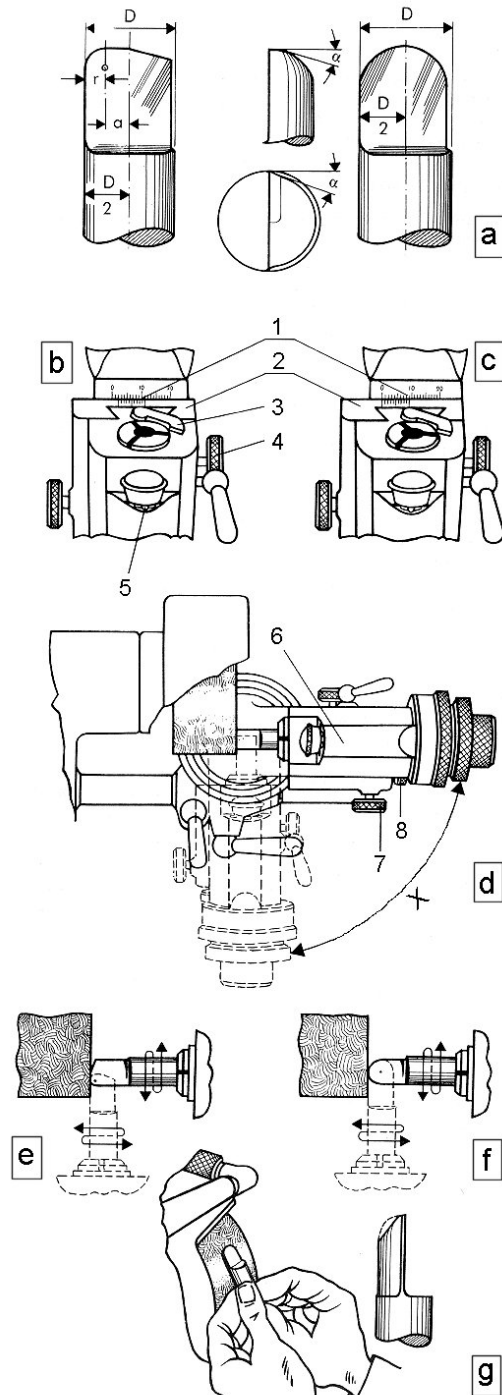
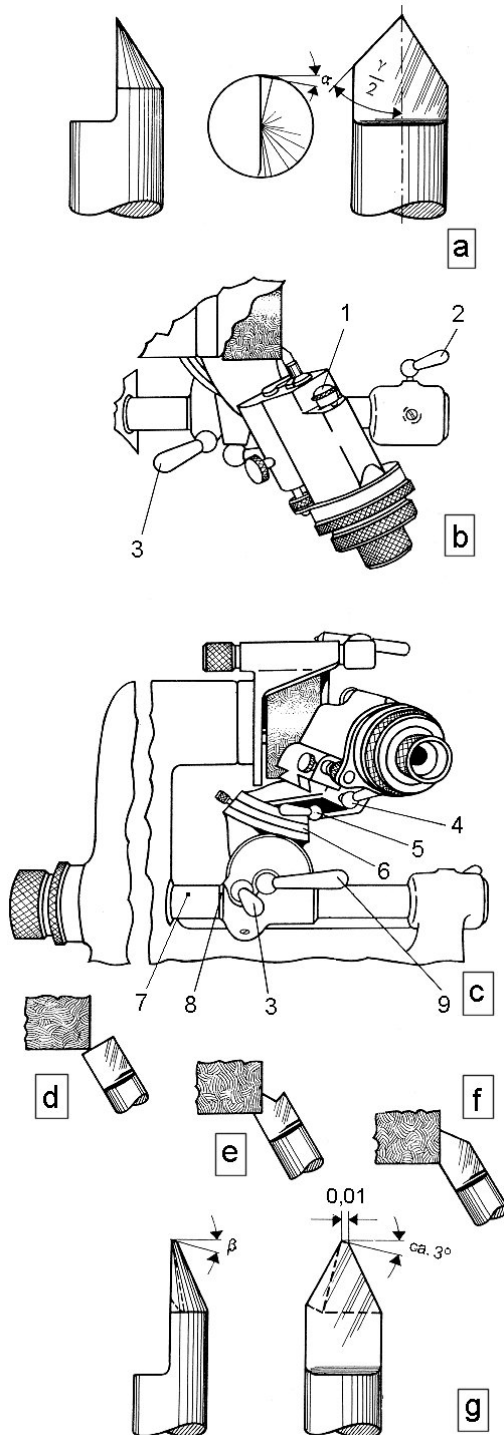
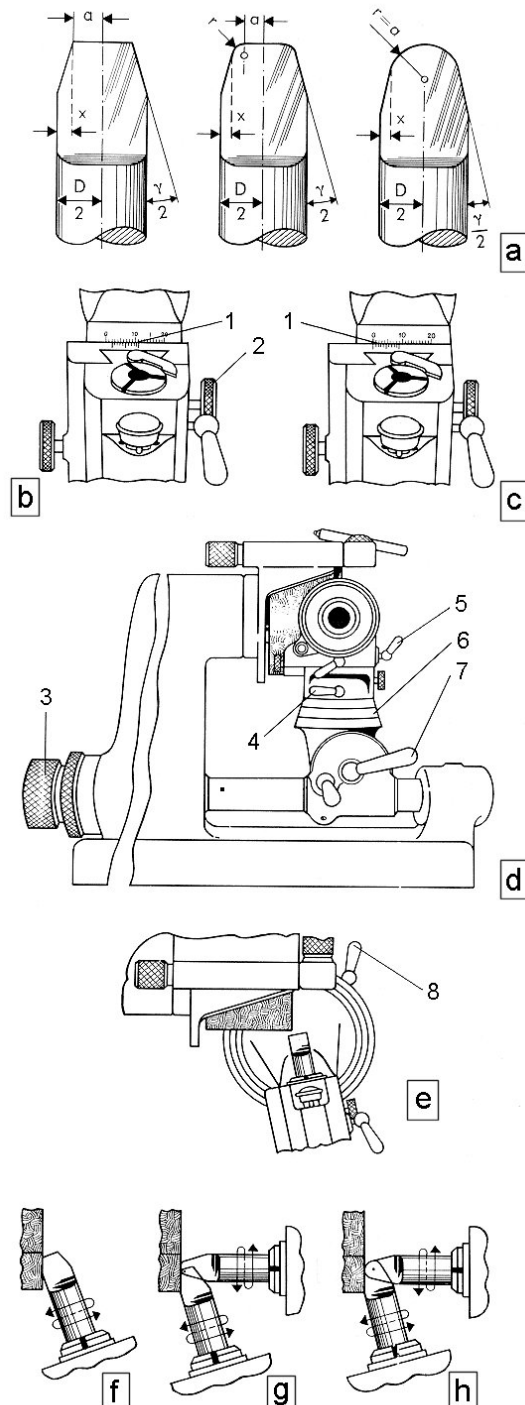
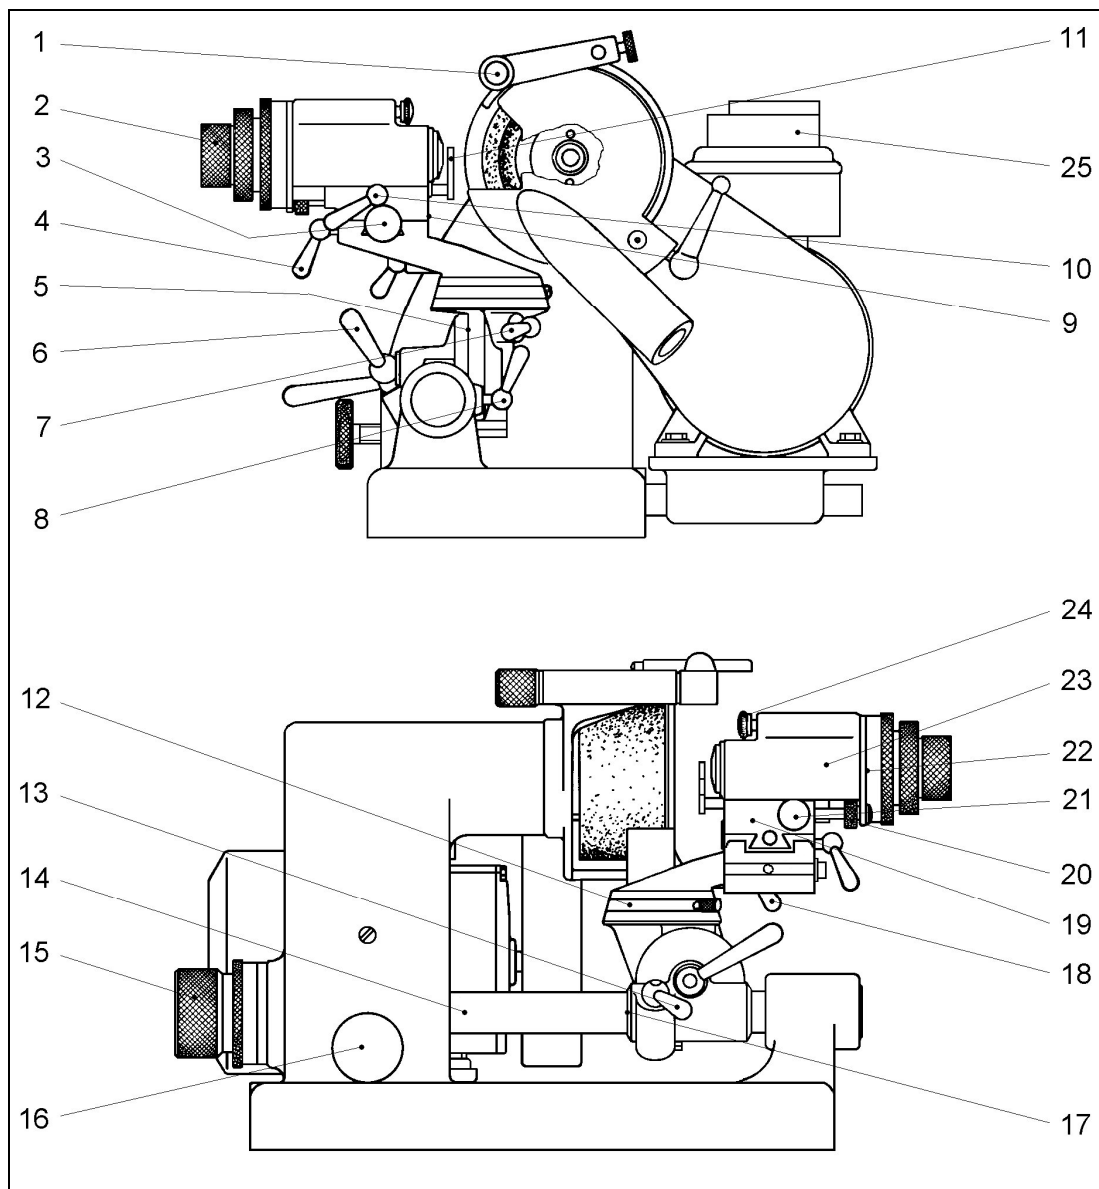

Bild 7-8: Hinterschleifen der Stirnschneide der abgerundeten Form
Bild 7-9: Schleifen der spitzen Profilform
Bild 7-10: Rundschleifen der Seiten- und Stirnschneide
Bild 4-1: Bedienungselemente
Die Profilformen mit versetztem und mittigem Radius entstehen aus der zylindrisch abgeflachten Form durch das Verrunden der Ecke (Bild 7-8 Abb. a). Profilformen 2 und 3. Bei abgerundeten Profilformen zylindrischer Frässtichel ist der Schnittwinkel der Seitenschneide gleich dem der Stirnschneide. Der Schnittwinkel der Seitenschneide muß aus diesem Grund beim Anschleifen der Stirnschneide auf Teilung (Bild 4-1 Pos.5) eingestellt sein. Das erneute Einstellen des Schnittwinkels auf Teilung (Bild 4-1 Pos.5) und das Ausrichten des Frässtichels mittels Einstellfinger (Bild 7-8 Pos.3) entfällt, wenn das Schleifen der Stirnschneide unmittelbar im Anschluß an das Schleifen der Seitenschneide erfolgt.
1. Die Raste (Bild 7-8 Pos.5) muß in der linken Bohrung sitzen und der rote Punkt im Fenster (Bild 4-1 Pos.22) sichtbar sein.
2. **Für Profilform 2:** Knebel (Bild 4-1 Pos.4) lösen. Querschlitten am Maßstab und am Nonius (Bild 7-8 Pos.1) mit der Kordelschraube (Bild 7-8 Pos.4) auf den gewünschten Radius nach rechts einstellen und Knebel (Bild 4-1 Pos.4) wieder festziehen (Bild 7-8 Abb. b). Das Maß der Verstellung (a) ergibt sich aus  $\frac{D}{2} - r$ , da der zu schleifende Radius am Außendurchmesser des Frässtichels tangiert.
- 2a. **Für Profilform 3:** Der Nonius des Querschlittens (Bild 7-8 Pos.2) muß genau auf 0 stehen (Bild 7-8 Abb. c).
3. Die Feineinstellschraube (Bild 7-8 Pos.8) so verdrehen, bis die Seitenschneide des Frässtichels die Stirnschneide des Schleifkörpers berührt. Die beim Hinterschliff erzeugte Fase der Seitenschneide darf dabei nicht verletzt werden. Nun darf auch die Feineinstellschraube (Bild 7-8 Pos.8) nicht mehr verstellt werden.
4. Teilkopf in Richtung der Schleifkörperachse abschwenken. Durch Verschieben des Teilkopfschlittens (Bild 7-8 Pos.6) erfolgt die Zustellung des Frässtichels (Bild 7-8 Abb. d). Die Feinzustellung beim Schleifen erfolgt mit der Feineinstellschraube (Bild 7-8 Pos.8) des Teilkopfschlittens bei festgezogener Druckschraube (Bild 7-8 Pos.7). Das Anschleifen der Rundung geschieht durch langsames Schwenken des Teilkopfträgers um 90° und unter ständigem Drehen des Zangenlagers zwischen den Anschlägen um 180° (Bild 7-8 Abb. e-f). Mit der Feineinstellschraube (Bild 7-8 Pos.8) ist der Teilkopf vor dem Schleifen etwas zurückzuziehen, damit der Frässtichel durch eine zu große Spanabnahme nicht überhitzt wird. Jeweils nach erfolgtem Schleifvorgang ist mit der Feineinstellschraube (Bild 7-8 Pos.8) der Frässtichel zum Schleifkörper zuzustellen.
Soll der Frässtichel der Profilform 3 zum Fräsen von hartem Stahl, welcher einen kleinen Schnittwinkel notwendig macht, benötigt werden, so ist es zweckmäßig, die Rundung des Schneidrückens von Hand am Schleifkörper abzuflachen (Bild 7-8 Abb. g).
Der Profilwinkel und der Hinterschliff werden bei der spitzen Frässtichelform in einem Arbeitsgang hergestellt (Bild 7-9 Abb. a). Der erforderliche Schnittwinkel ist je nach Werkstoff aus der Tabelle 7-1 bei Kapitel 7.2.3 ersichtlich.
1. Raste (Bild 7-9 Pos.1) in die mittlere Bohrung setzen, dabei muß der rote Punkt im Fenster (Bild 4-1 Pos.22) sichtbar sein.
2. Frässtichel mit dem Einstellfinger (Bild 4-1 Pos.11) ausrichten, spannen und den Einstellfinger (Bild 4-1 Pos.11) wieder zurückschieben.
3. Raste (Bild 7-9 Pos.1) in die linke Bohrung setzen. Jetzt ist für das Zangenlager eine Drehung von  $180^\circ$  zwischen den Anschlägen der Rastenscheibe möglich.
4. Beide Knebel (Bild 4-1 Pos.7 und Bild 7-9 Pos.5) lösen. Teilungsring (Bild 7-9 Pos.6) am Knopf gegen den Anschlag halten und den Schwenkarm von der 0-Stellung aus auf den halben Winkel des gewünschten Profils einstellen (Bild 7-9 Abb. b).
(Bild 7-9 Pos.6), also auf  $30^\circ$  einstellen. Beide Knebel (Bild 4-1 Pos.7 und Bild 7-9 Pos.5) wieder festziehen.
5. Knebel (Bild 7-9 Pos.9) lösen und Schnittwinkel mit der Teilung (Bild 4-1 Pos.5) einstellen. Knebel (Bild 7-9 Pos.9) wieder festklemmen.
6. Knebel (Bild 7-9 Pos.2) klemmen und Knebel (Bild 7-9 Pos.3) lösen. Den Teilkopfträger auf der Rohrführung verschieben und den Frässtichel an die Stirnseite des Schleifkörpers in Berührung bringen. Vor dem Klemmen des Knebels (Bild 7-9 Pos.3) den Markierungspunkt des Senkrechtschwenklagers auf ungefähr gleiche Höhe wie den Markierungspunkt der Rohrführung einstellen. Knebel (Bild 7-9 Pos.3) festklemmen und Knebel (Bild 7-9 Pos.2) lösen.
Beim Schleifen wird der Teilkopfträger durch langsames Herausdrehen der Anschlagsschraube (Bild 4-1 Pos.16) bewegt. Durch ständiges Drehen zwischen den Anschlägen um  $180^\circ$  wird dieser zwangsläufig an der Stirnseite des Schleifkörpers vorbeigeführt. Dadurch wird eine gleichmäßige Spanabnahme erzielt (Bild 7-9 Abb. d, e, f), gleichzeitig aber eine Überhitzung des Frässtichels vermieden.
Die Frässtichelspitze mit einem Ölstein abziehen. Es ist zweckmäßig, die Spitze so breit abzuziehen, wie die Gravur es zulässt. Auf diese Weise erhält auch die Frässtichelspitze eine kleine Stirnschneide, die ebenfalls spanabnehmend wirkt (Bild 7-9 Abb. g). Für Haargravuren bis zu 0,01 mm Spantiefe wird die Spitze jedoch nicht gebrochen, sondern nur die Schneide sorgfältig abgezogen.
1. Raste (Bild 4-1 Pos.24) in die mittlere Bohrung setzen, dabei muß der rote Punkt im Fenster (Bild 4-1 Pos.22) sichtbar sein.
3. Raste (Bild 4-1 Pos.24) in die rechte Bohrung setzen. Das Zangenlager ist nun um 360° drehbar. Knebel (Bild 7-10 Pos.7, 8 und 4) lösen. Teilungen (Bild 4-1 Pos.5 und Bild 7-10 Pos.6) auf 0 stellen. Darauf die Knebel (Bild 4-10 Pos.8 und Bild 7-10 Pos. 7, 8 und 4) wieder festziehen (Abb. d).
4. Nach dem Lösen des Knebels (Bild 4-1 Pos.13) den Frässtichel-Außendurchmesser ungefähr an die Stirnseite des Schleifkörpers heranzuführen. Knebel (Bild 4-1 Pos.13) klemmen, jedoch darauf achten, daß sich der Markierungspunkt des Senkrechtschwenklagers auf ungefähr gleicher Höhe wie der Markierungspunkt der Rohrleitung befindet. Knebel (Bild 4-1 Pos.8) lösen (Abb.4).
5. **Für Profilform 5** (Abb. a und b): Knebel (Bild 4-1 Pos.4) lösen. Querschlitzen am Maßstab und am Nonius (Bild 7-10 Pos. 1) mit der Kordelschraube (Bild 7-10 Pos.2) um die Hälfte des gewünschten kleinen Kegeldurchmessers (a) nach rechts verstellen und Knebel (Bild 4-1 Pos.4) wieder festziehen.
- 5a. **Für Profilform 6** (Abb. a und b): Knebel (Bild 4-1 Pos.4) lösen. Querschlitzen am Maßstab und am Nonius (Bild 7-10 Pos. 1) mit der Kordelschraube (Bild 7-10 Pos.2) um den gewünschten Abstand (a) nach rechts verstellen und den Knebel (Bild 4-1 Pos.4) wieder festziehen.
- 5b. **Für Profilform 7** (Abb. a und c): Der Nonius des Querschlitzens muß genau auf 0 stehen (Bild 7-10 Pos. 1).
6. **Für Profilform 5 und 7:** Mittels der Feineinstellschraube (Bild 7-10 Pos.3) den Frässtichel-Außendurchmesser mit dem Schleifkörper leicht in Berührung bringen. Den Frässtichel mit der Feineinstellschraube (Bild 7-10 Pos.3) um die Differenz  $x = D \div 2 - a$  nach links verschieben. Zur leichteren Maßbestimmung ist dabei der auf der Feineinstellschraube (Bild 7-10 Pos.3) drehbar angebrachte Skalenring auf 0 zu stellen, ohne die Feineinstellschraube (Bild 7-10 Pos.3) zu verstellen.
- 6a. **Für Profilform 6:** Mittels Feineinstellschraube (Bild 7-10 Pos.3) den Frässtichel-Außendurchmesser mit dem Schleifkörper leicht in Berührung bringen. Hierauf den Frässtichel mit der Feineinstellschraube (Bild 7-10 Pos.3) um die Differenz  $x = D \div 2 - (a+r)$  nach links verschieben. Zur leichteren Maßbestimmung ist der auf der Feineinstellschraube (Bild 7-10 Pos.3) drehbar angebrachte Skalenring auf 0 zu stellen, ohne die Feineinstellschraube (Bild 7-10 Pos.3) zu verstellen (Abb. d).
7. Nach Lösen des Knebels (Bild 7-10 Pos.8) den Schwenkarm um  $90^\circ$  schwenken. Knebel (Bild 7-10 Pos.5) lösen. Die Zustellung der Frässtichelstirnseite zum Schleifkörper erfolgt durch die Teilkopfschlittenfeinverstellung (Bild 7-10 Pos.2). Bei kegelligen Frässticheln, die nachgeschliffen werden, ist die Stirnfläche größer anzuschleifen als der gewünschte kleine Kegeldurchmesser werden soll.
8. Knebel (Bild 7-10 Pos.4) lösen. Teilungsring (Bild 7-10 Pos.6) am Knopf gegen den Anschlag halten und den Schwenkarm von der 0-Stellung aus auf den gewünschten Profilwinkel einstellen. Knebel (Bild 7-10 Pos.8 und 4) wieder festziehen (Abb. e).
9. **Für Profilform 5:** Beim Schleifen wird der Frässtichel durch langsames Herausdrehen der Anschlagsschraube (Bild 4-1 Pos.16) unter ständigem Drehen des Zangenlagers um  $360^\circ$  zwangsläufig an der Stirnseite des Schleifkörpers vorbeigeführt. Mit der Feineinstellschraube (Bild 7-10 Pos.3) ist der Frässtichel vor dem Rundschleifen nach rechts zu verschieben und stufenweise auf das Fertigmaß zurückzustellen (Abb. f).
- 9a. **Für Profilform 6 und 7:** Knebel (Bild 7-10 Pos.8) lösen. Beim Schleifen wird der Frässtichel durch langsames Herausdrehen der Anschlagsschraube (Bild 4-1 Pos. 16) und anschließendem langsamen Abschwenken des Schwenkarms unter ständigem Drehen des Zangenlagers um  $360^\circ$  zwangsläufig an der Stirnseite des Schleifkörpers vorbeigeführt und dadurch Kegel und Radius rundgeschliffen. Mit der Feineinstellschraube (Bild 7-10 Pos.3) ist der Frässtichel vor dem Rundschleifen nach rechts zu verschieben und stufenweise auf das Fertigmaß zurückzustellen (Abb. g und h).
Das Hinterschleifen der Seiten- und Stirnschneide kann in unmittelbarem Anschluß an das Rundschleifen der Profilform vorgenommen werden oder kann unabhängig davon erfolgen, wenn es lediglich auf den Profilwinkel ankommt und nicht auf den kleinen Kegeldurchmesser. Im letzteren Fall wird dann nur die Stirnseite nachgeschliffen, wobei der neu einzuspannende Frässtichel mit dem Einstellfinger (Bild 4-1 Pos.11) auszurichten und festzuziehen ist (Abb.a). Die Schnittwinkel für Stirn- und Seitenschneide sind aus der Tabelle bei Kapitel 7.2.2 zu entnehmen.